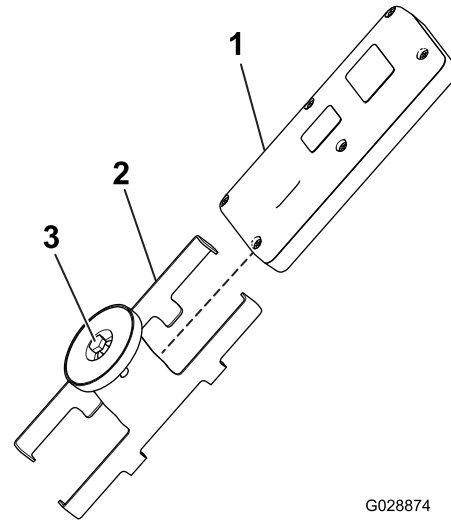

Figura 13
5. Instale o comando remoto no suporte magnético remoto, una as metades para prender o comando e aperte o parafuso no íman (Figura 13).